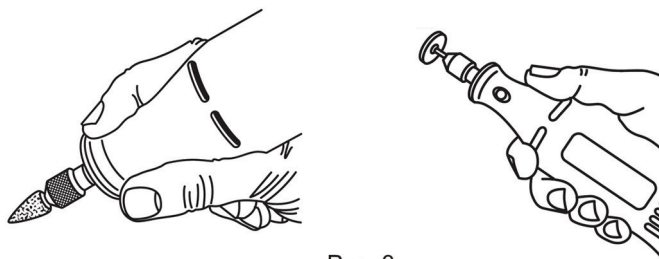

Рис. 3
8.13 При работе держать инструмент можно двумя способами (рис. 3).
При выполнении тонких резных работ, сверления, очистки лучше держать гравер как показано на рис. 3 слева. Справа показан способ удержания изделия при шлифовке, полировке и отрезных работах.